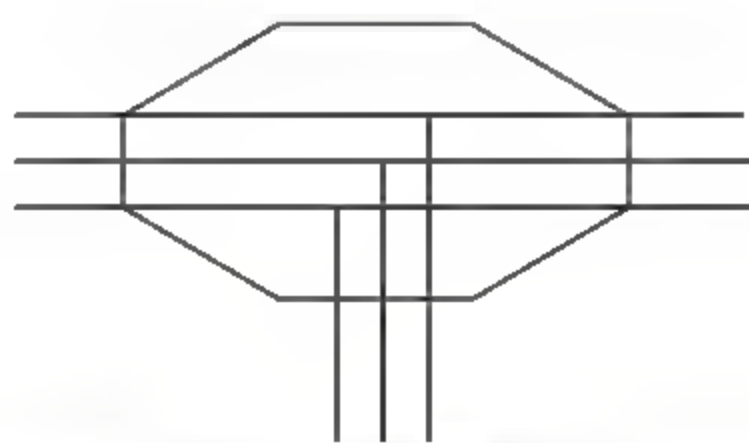

图3-43 修剪多线
**08** 调用X【分解】命令，分解多线。调用TR【修剪】命令，修剪多线，完成电缆接线盒图例的绘制，结果如图3-43所示。